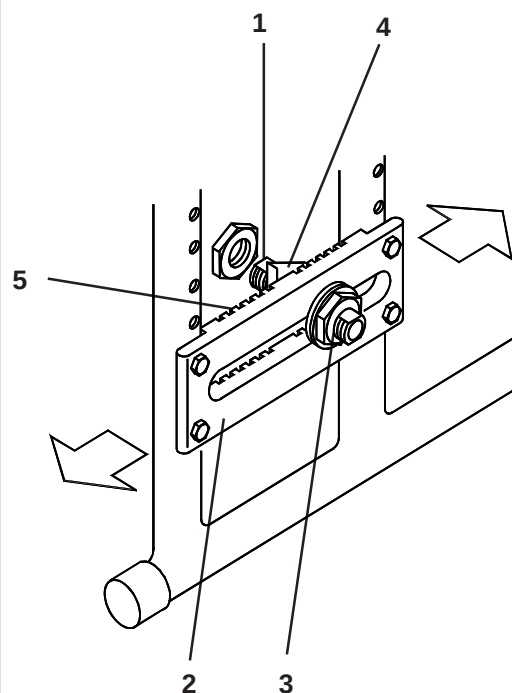

Fig. 40
Het zwaartepunt kan afgesteld worden door middel van het naar voren of naar achteren verschuiven van het ashuis (1) door de asplaat (2). Zie Fig. 40. Om het ashuis in de asplaat te verschuiven verwijdt u de buitenste asmoer (3) zover dat de vergrendelplaat (4) aan de achterzijde uit zijn vergrendeling komt en het ashuis in de gewenste groef (5) kan verschuiven. Draai de moeren vast op een aanhaalmoment van 45 Nm.